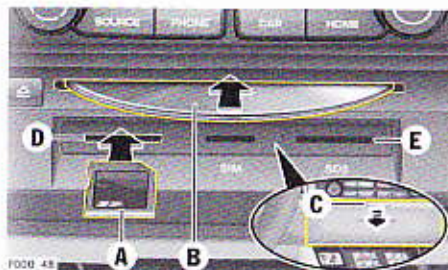

Fig. 211 : Chargement d'un CD/DVD et d'une carte SD
1. Faites glisser le volet **C** (Fig. 211) vers le bas (dans le sens de la **flèche**) jusqu'à ce qu'il se bloque automatiquement.